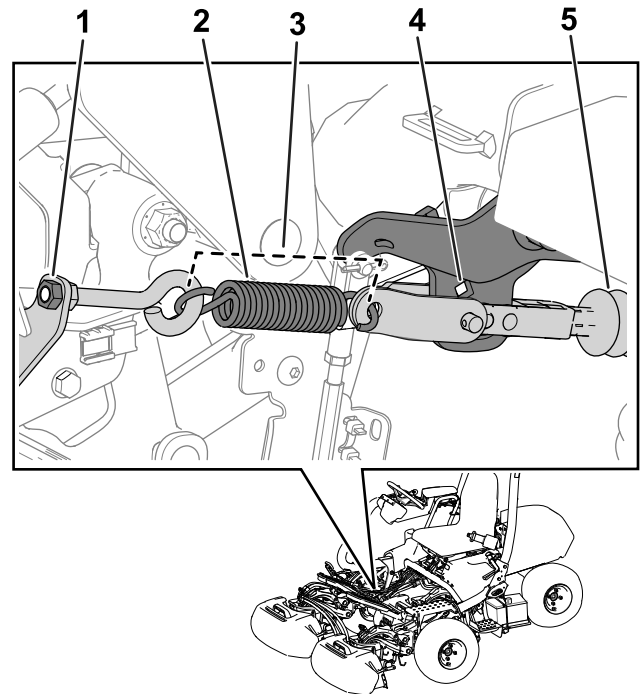

Figure 30
**Remarque:** Voir la Figure 30 pour cette procédure.
5. Détendez le ressort en desserrant l'écrou qui fixe le le boulon à œil au support du ressort (Figure 30).
3. Montez le ressort comme montré à la Figure 30.
4. Serrez l'écrou du boulon à œil de sorte que le ressort mesure 11,4 cm une fois en place (Figure 30).